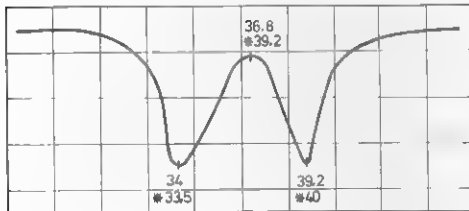

Fig. 7
- De doorlaatkromme, die nu op de oscillograaf zichtbaar wordt, moet er uitzien zoals in fig. 7 is getekend.